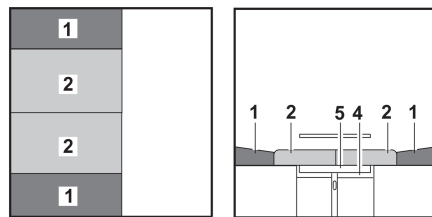

Fig. 67 Después de la transformación
- Tirar de los cojines del asiento (Fig. 67,2) hacia el centro.
- Colocar los cojines del respaldo (Fig. 67,1) entre los cojines del asiento y la pared.